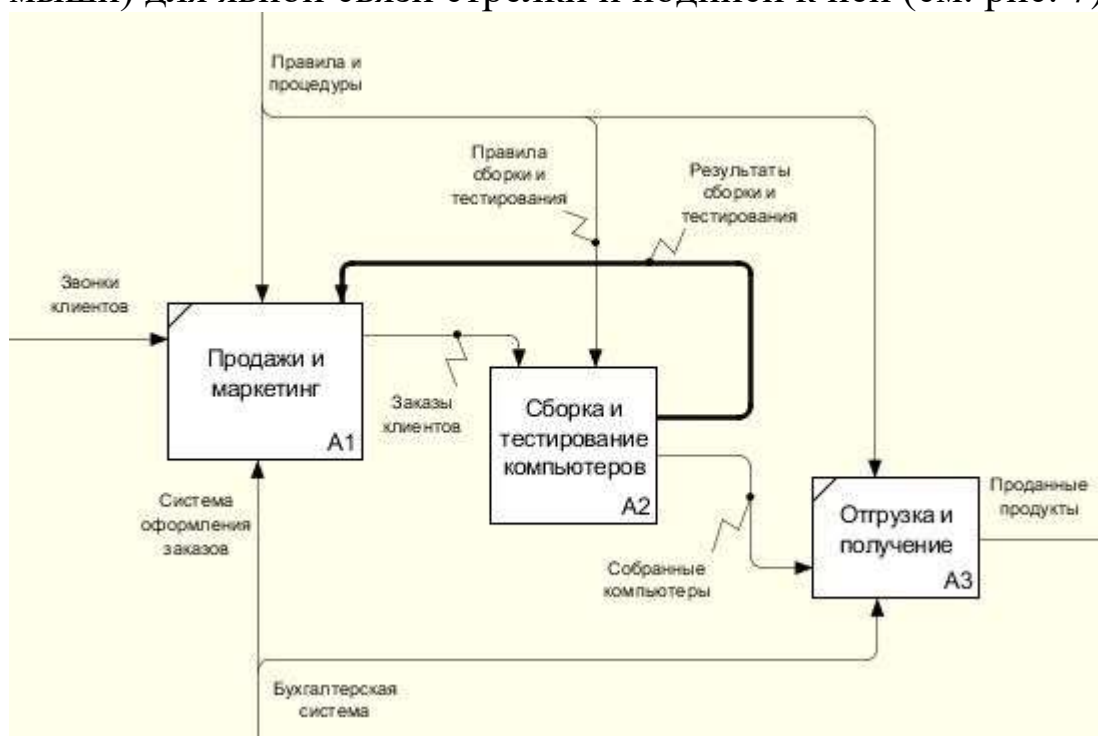

Рис. 7. Результаты редактирования стрелок на диаграмме декомпозиции A0
8. Создайте стрелку обратной связи (по управлению) «Результаты сборки и тестирования», идущую от работы «Сборка и тестирование компьютеров» к «Продажи и маркетинг». Измените стиль стрелки - толщину (правая кнопка мыши → «Редактировать активный элемент» → вкладка «Линия»). Методом drag&drop можно переносить стрелки и их названия. При необходимости можно установить «тильду» (опция контекстного меню при нажатии на стрелке правой кнопкой мыши) для явной связи стрелки и подписи к ней (см. рис. 7).